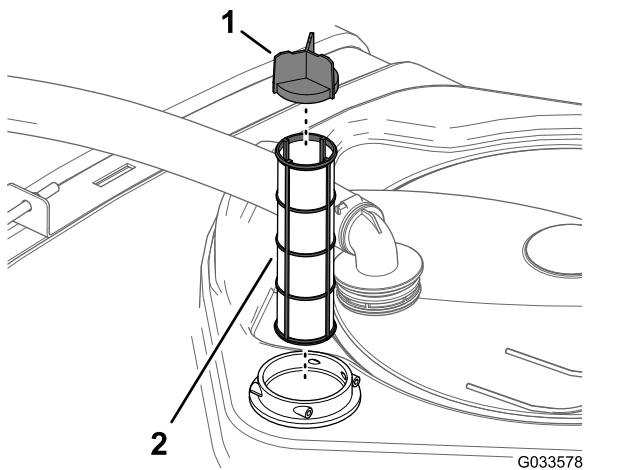

Bild 87
4. Ziehen Sie das Saugsieb aus dem Filtergehäuse im Behälter (Bild 87).